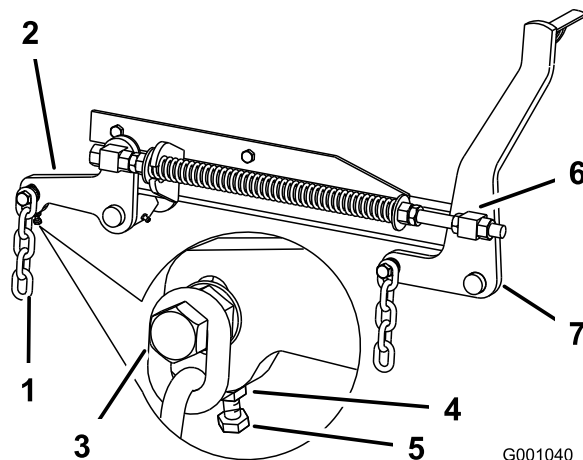

Figure 84
7. Si la distance mesurée au point **B** ou **C** n'est pas correcte, desserrez le boulon de fixation de la chaîne arrière au bras de support arrière (Figure 84).
8. Desserrez l'écrou de blocage sous le bras de support arrière et agissez sur le boulon de réglage de manière à obtenir une distance de 80 à 83 mm (Figure 84).
7. Desserrez d'environ 13 mm les écrous de blocage à l'avant des pivots avant gauche et droit (Figure 84).
8. Réglez les écrous de relevage sur les côtés gauche et droit de la machine de manière à abaisser l'avant de 6 à 10 mm au point **A** par rapport au point **B** à l'arrière (Figure 84).